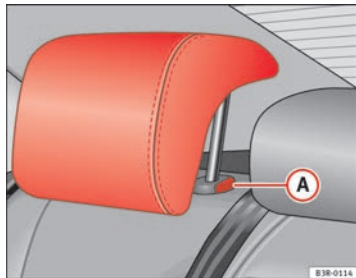

Fig. 5 Plazas laterales del asiento trasero: Apoyacabezas
- Oprima el botón **A** ⇒ fig. 5 y descienda el apoyacabezas.
- Apriete la tecla **A** ⇒ fig. 5 y, al mismo tiempo, extraiga el apoyacabezas.